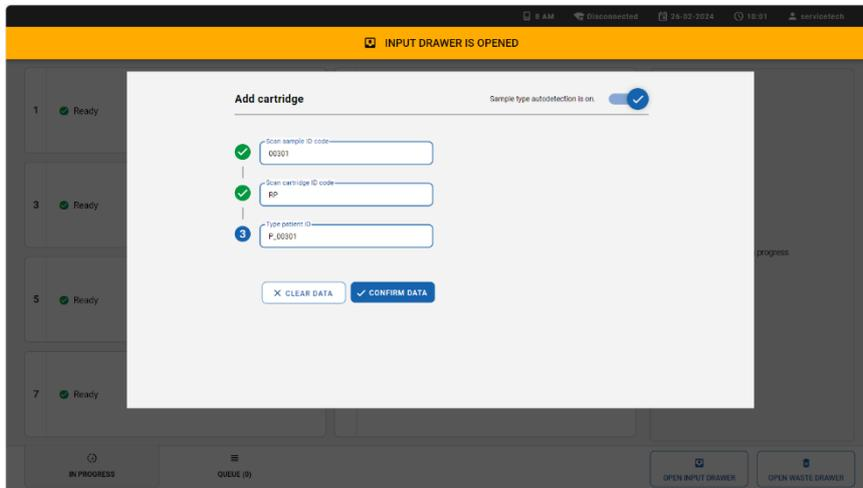

Figura 17. Digite o ID do paciente e depois pressione Confirm Data (Confirmar dados).
- Insira o ID do paciente e pressione o botão **CONFIRM DATA** (Confirmar dados) (Figura 17).